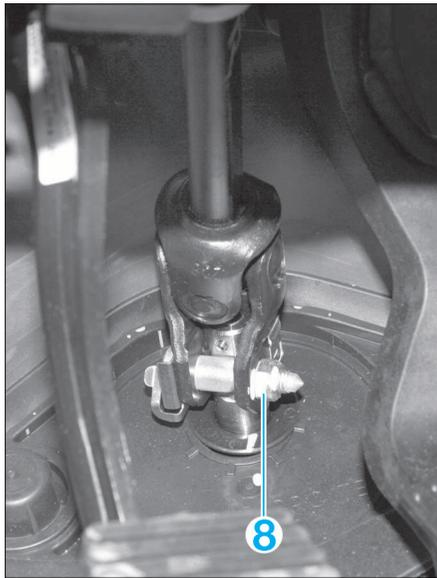

FIG. 6
- le boulon (8) (Fig.6),
- Déposer le boulon de fixation (8) du cardan d'accouplement colonne/valve distributrice (Fig.6).